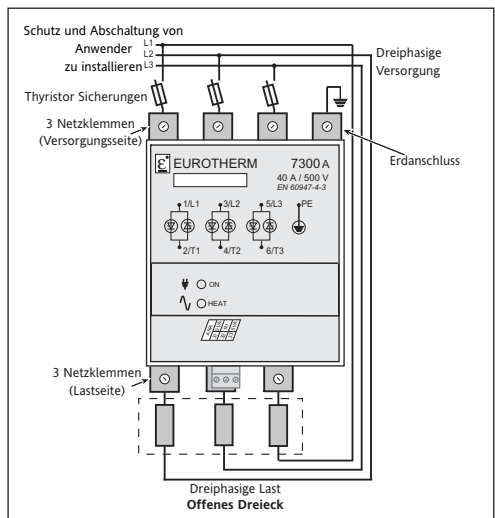

Abbildung 2-10 Dreiphasige Last in offenem Dreieck Konfiguration (6D)
- Offenes Dreieck (6 Anschlussleitungen, Code 6D), Abbildung 2-10